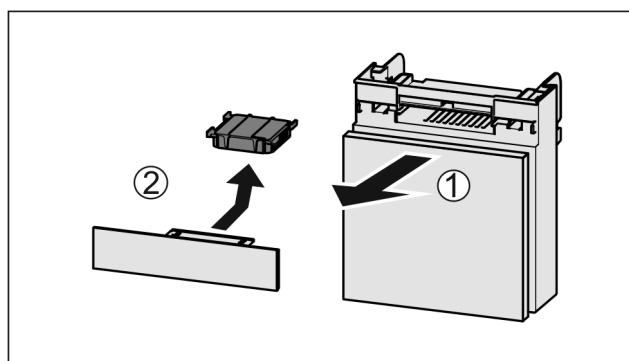

Fig. 169
- Extraire le compartiment par l'avant Fig. 169 (1).
- Sortir le filtre à charbon actif Fig. 169 (2).